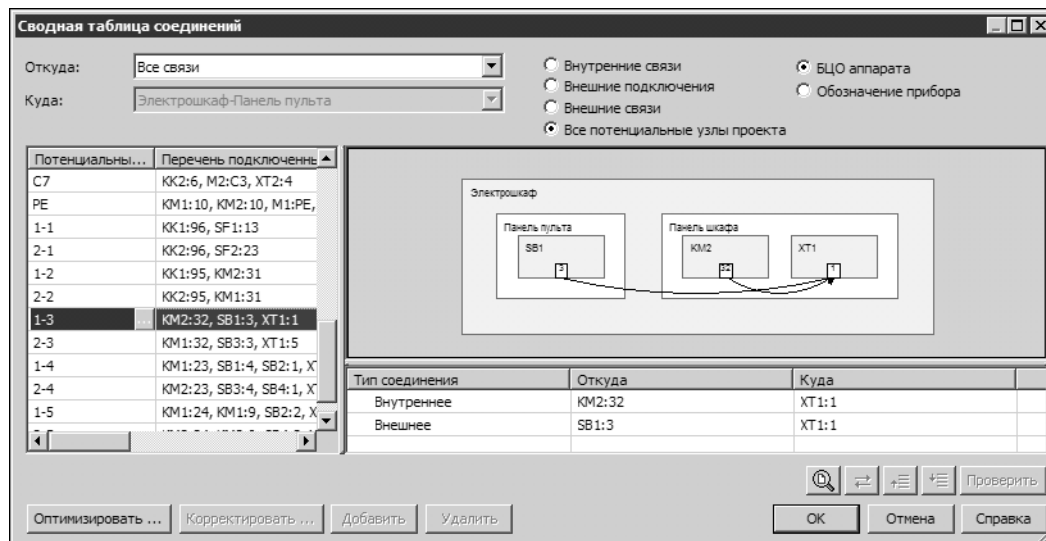

Рис. 26.14. Редактирование соединений
- ▼ Если где-то необходимо произвести корректировку соединений, включите опцию **Все потенциальные узлы проекта** (рис. 26.14), выделите необходимый потенциальный узел и скорректируйте соединения между зажимами аппаратов с помощью графического редактора соединений (см. раздел 25.3.7 на с. 357).